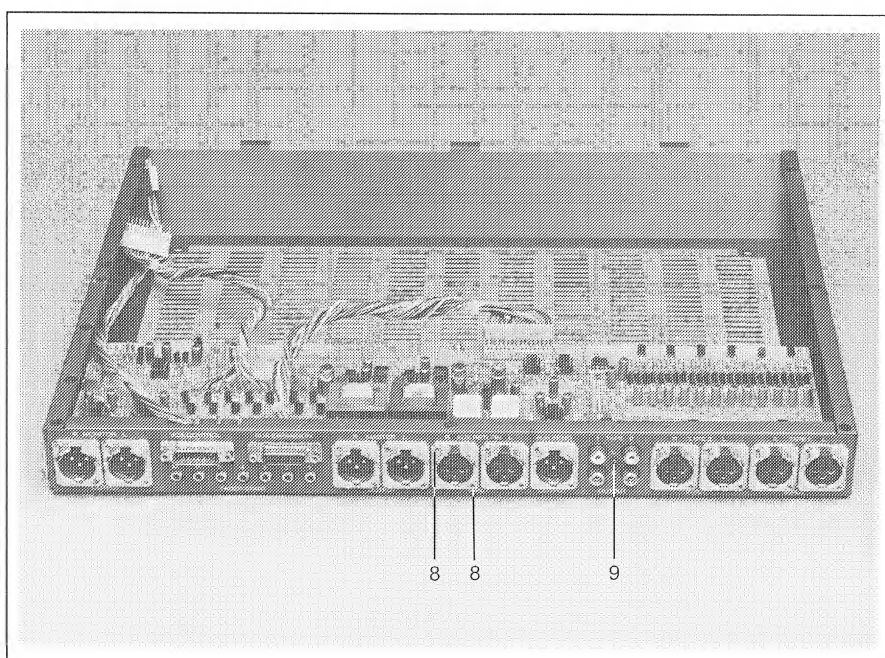

Fig. 4
- Die zwei Schrauben Fig. 4 [8] pro XLR-Buchse leicht lösen.
- Die Schraube Fig. 4 [9] entfernen.